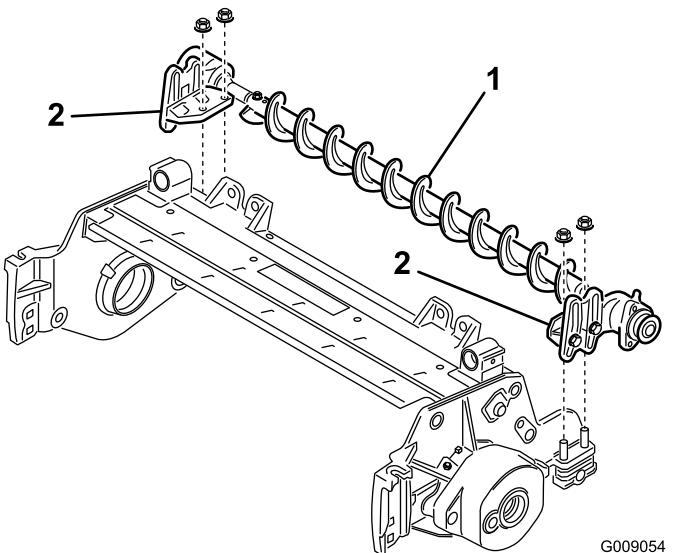

Figura 8
- Posizionate le staffe di montaggio del gruppo spazzola per rulli sui bulloni della staffa del rullo (Figura 8). Fissate le staffe di montaggio del gruppo spazzola alle piastre laterali dell'apparato di taglio con i bulloni rimossi in precedenza.